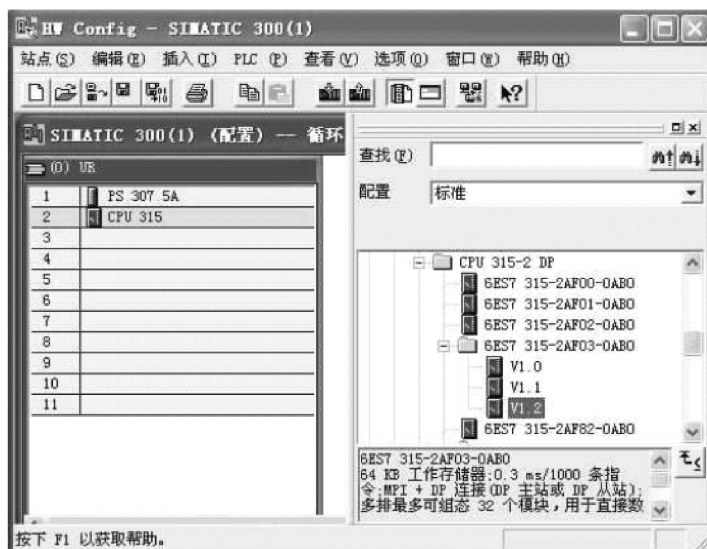

图 5-46 打开 CPU 属性设置界面
2) 在硬件组态画面, 双击机架上的 CPU, 自动弹出 CPU 属性设置画面, 如图 5-46 所示。